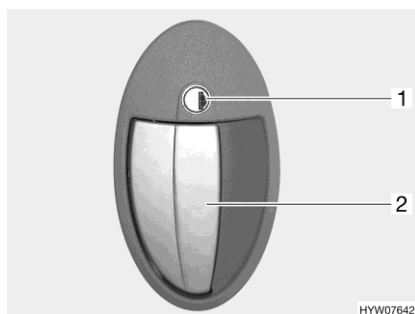

Fig. 53 Serrure de porte (porte cellule, extérieur)
Ouvrir : ■ Insérer la clé dans le barillet (Fig. 53,1) et la tourner dans le sens des aiguilles d'une montre jusqu'à ce que la serrure de la porte soit déverrouillée.
- Tirer sur la poignée de la porte (Fig. 53,2). La porte est ouverte.
Verrouiller : ■ Insérer la clé dans le barillet (Fig. 53,1) et la tourner dans le sens inverse des aiguilles d'une montre jusqu'à ce que la serrure de la porte soit verrouillée.